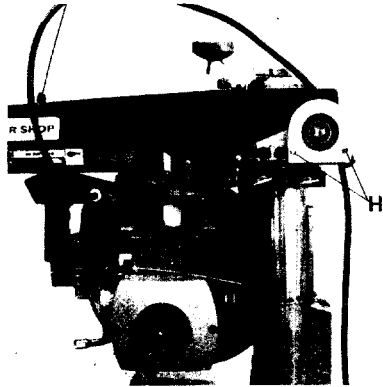

Fig. 25
Die Markierungen + oder - zeigen die schwächere oder stärkere Federspannung d. automatischen Rücklaufs an. Zum Regulieren werden die Schrauben (H) entfernt, während mit einer Hand die Federflansche gegen das Gehäuse gehalten wird. Zum Verstärken der Federspannung wird die Flansche nach rechts, zum Verringern nach links gedreht. Nach Regulierung der Spannung werden die beiden Schrauben wieder eingedreht (Fig. 25).
Merk op dat de tekens + of - respectievelijk sterkere of zwakkere veerspanning van de inrichting voor automatische teruggang aanduiden. Ga bij de regeling als volgt te werk: Schroef de twee schroeven (H) los en druk zorgvuldig met één hand het deksel tegen de terugganginrichting; draai het deksel dan in de gewenste richting, naar rechts als de spanning verhoogd moet worden en naar links als ze verlaagd moet worden. (Fig. 25).